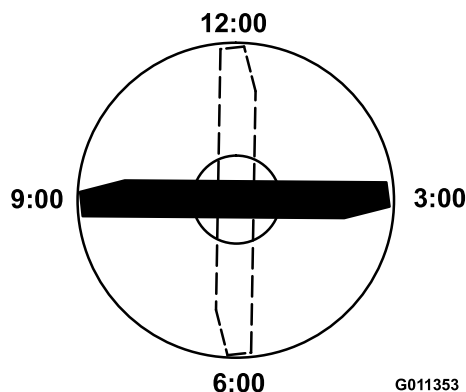

Figura 62
4. Coloque el filo de corte del extremo marcado de la cuchilla en la posición de las 12 (hacia adelante, en el sentido de la siega) (Figura 62) y mida la altura desde la mesa hasta el filo de corte de la cuchilla.
5. Gire el extremo marcado de la cuchilla a las posiciones de las 3 y de las 9 (Figura 62) y mida las alturas.